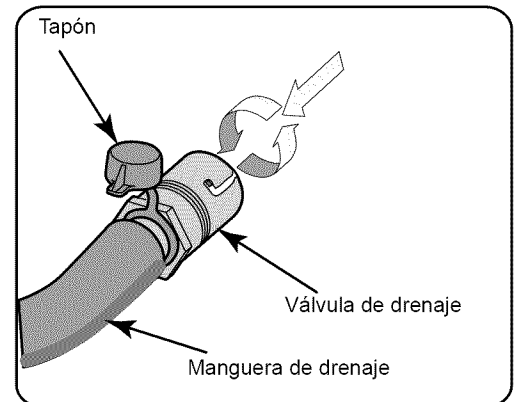

Figura 17
- Empuje ligeramente hacia adentro la válvula de drenaje y gírela en sentido contrario de las agujas del reloj hasta que se detenga, luego tire la válvula totalmente hacia afuera para abrirla y drenar el aceite. Vea la Figura 17.